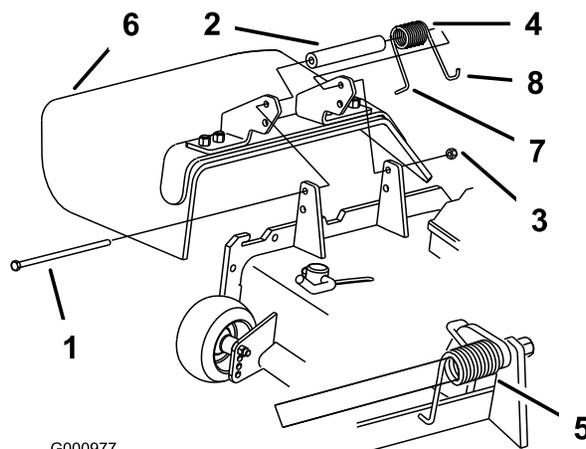

Figure 97
de pivot (Figure 97). Enlevez le déflecteur s'il est endommagé ou usé.
**Remarque:** Prenez soin de placer l'extrémité en L du ressort derrière le bord du tablier avant de mettre le boulon en place, comme indiqué à la Figure 97.
3. Remettez le boulon et l'écrou. Accrochez l'extrémité en J du ressort au déflecteur d'herbe (Figure 97).